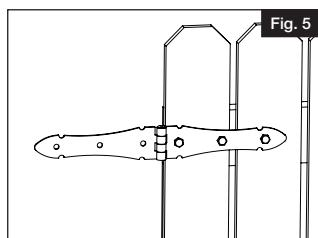

Fig. 5
- Apriete los tornillos suministrados (Fig. 5).